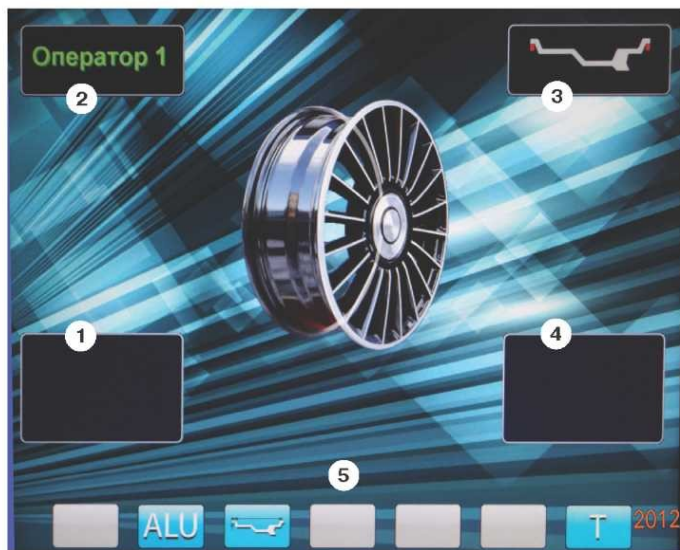

рис.8.2.
8.3. После включения питания СБ на экране монитора отображается фирменная заставка, которая через несколько секунд сменяется отображением экрана основного рабочего режима (рис. 8.2).
Для выбора схем расположения грузов в программах ALU1-ALU5 необходимо, находясь в режиме основного рабочего экрана, нажать кнопку «ALU», при этом открывается окно схем установки грузов, отмеченных номерами рис.11.3. Если после введения размеров колеса установился экран ввода геометрических параметров, необходимо перейти в экран основного рабочего режима нажатием кнопки «STOP». Для выбора нужной схемы нажмите кнопку верхнего ряда клавиатуры с соответствующим номером. Выбранная схема установки грузов отображается в окне 3 экрана основного рабочего режима (рис. 8.2).
12.2. При включении СБ программа измерения дисбаланса настраивается таким образом, что дисбаланс менее 8 г (заводская установка) на любой плоскости коррекции не показывается, в этом случае в окнах 1 и 4 (рис. 8.2) высвечиваются «OK». Минимальный дисбаланс отображающийся в окнах 1 и 4 равен 8 г. Дисбаланс, превышающий 8г, округляется до величины кратной 5, т. е. дисбаланс 9, 10, 11 и 12 г отображается цифрой 10, дисбаланс 13, 14, 15, 16 и 17 г - цифрой 15 и т. д. Для просмотра неокругленного значения дисбаланса или дисбаланса менее 8г. необходимо нажать кнопку «<<», при этом в окнах 1 и 4 на 2-3 сек высвечиваются фактические значения дисбаланса, определенные в данном запуске.